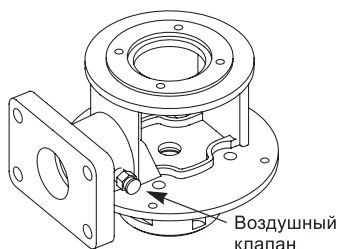

Рис. 11 Положение воздушного клапана
2. Если насос оснащён воздушным клапаном, клапан следует открыть. См. рис. 11.